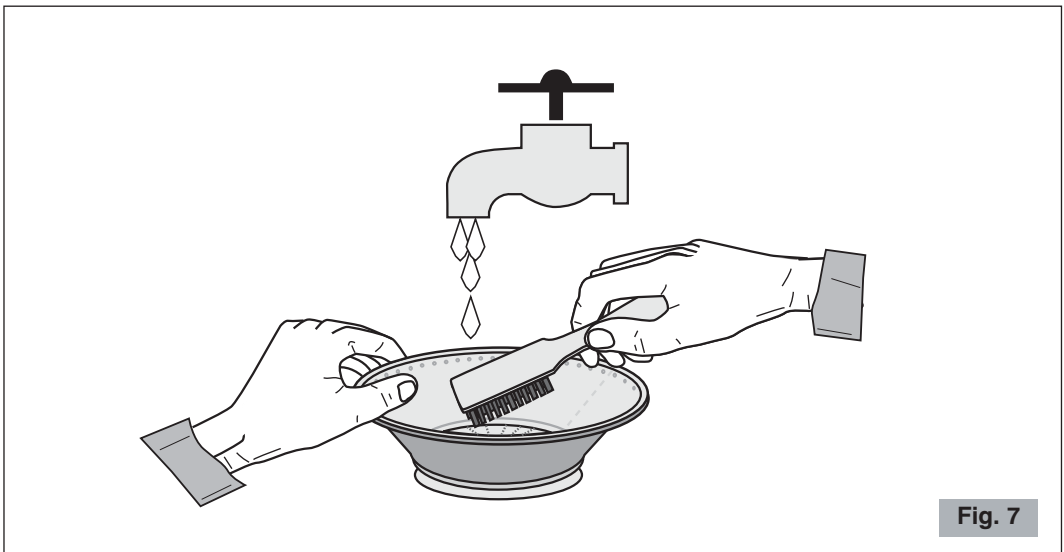

Fig. 7
- Pour pouvoir extraire le maximum de jus, toujours s'assurer que le panier est soigneusement nettoyé en utilisant une brosse en nylon. Pour cela, mettre le panier sous le robinet et brosser la partie intérieure du tamis (voir Fig. 7), puis contrôler en contre-lumière que le tamis n'a pas de trous bouchés. Dans le cas contraire, plonger le panier dans une solution d'eau chaude avec 12% de jus de citron ou de vinaigre pour libérer les trous ou laver le panier en lave-vaisselle.